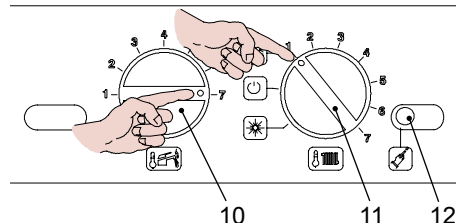

Fig. 8.2
- Posizionare il selettore 11 e la manopola regolazione sanitario 10 come in Fig. 8.2
- Per settare il Tipo di gas bisogna entrare in programmazione premendo per 15 secondi il pulsante di ripristino 12 in Fig. 8.2 fino alla comparsa del parametro **P01** sul